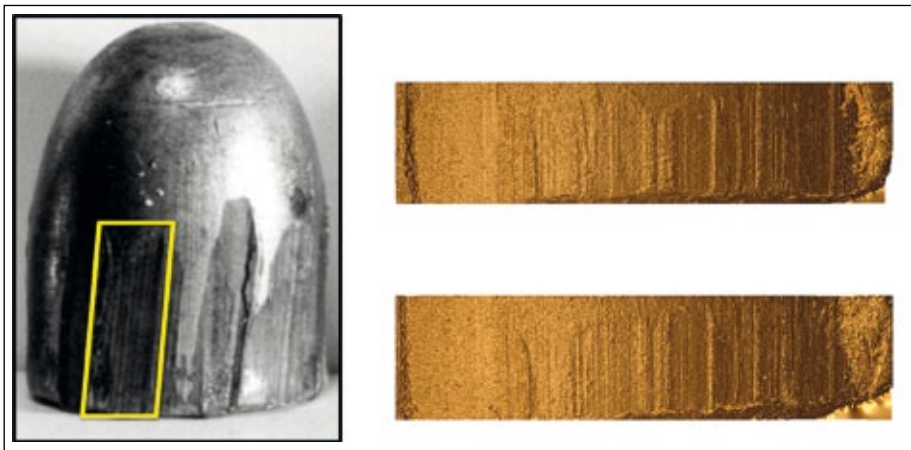

Abb. 1: Zug- und Feldabdrücke und gescannte Bereiche zweier aus derselben Waffe stammenden Projektilen.
- Vermessung eines erweiterten Topografiebereichs mit einer Breite von etwa 1 mm und einer Länge über den gesamten Zug- und Feldabdruck (Abb. 1).